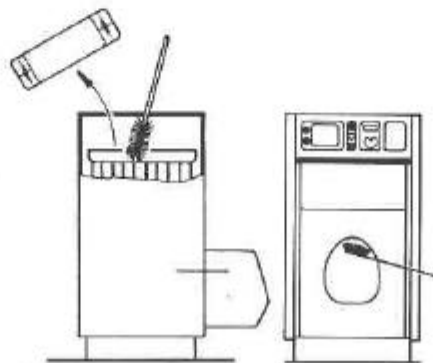

Abb. 20
- Rauchgaszüge mit mitgelieferter Reinigungsbürste in schräger Richtung reinigen (Abb. 20).
- Brennkammer mittels Reinigungsbürste säubern (Abb. 20)